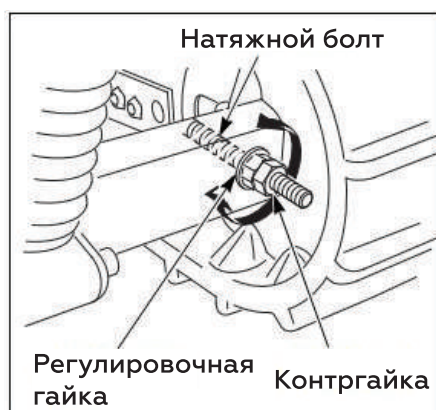

Рис. 15
1. Ослабьте контргайки левого и правого натяжных болтов на задней оси и поверните регулировочные гайки, чтобы правильно натянуть обе гусеницы. (Рисунок 15)